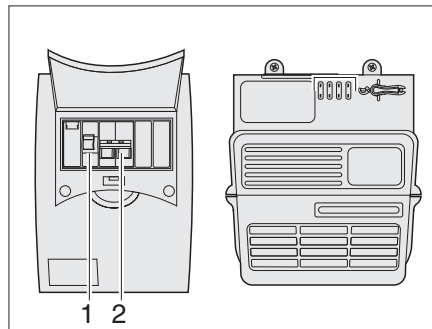

Fig. 103 Coffret de fusibles 230 V
Le fusible principal (Fig. 103,2) protège le courant d'entrée 230 V avec max. 10 A. En outre, un disjoncteur différentiel (Fig. 103,1) se trouve dans le coffret de fusibles.
- Activer et désactiver brièvement le disjoncteur de protection de circuit 230 V (voir Fig. 103) et l'interrupteur principal de la batterie (voir Fig. 96) pour interrompre le flux de courant.